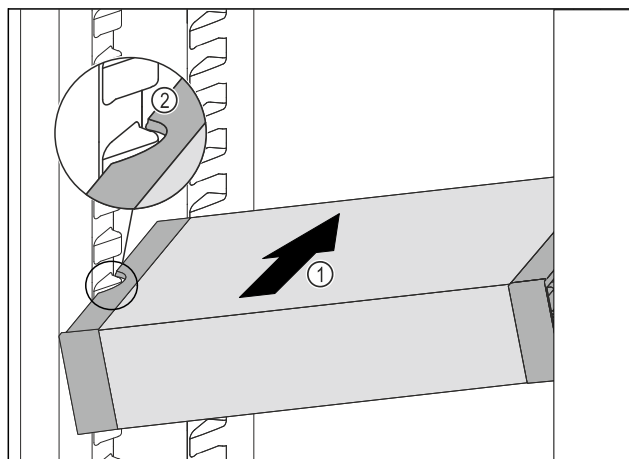

Fig. 63
- Skyv VarioSafe skrått inn i kjøleskapsdelen Fig. 63 (1), til utsparingene på sidene av Fig. 63 (2) VarioSafe er på nivå med rillene i kjøleskapet.